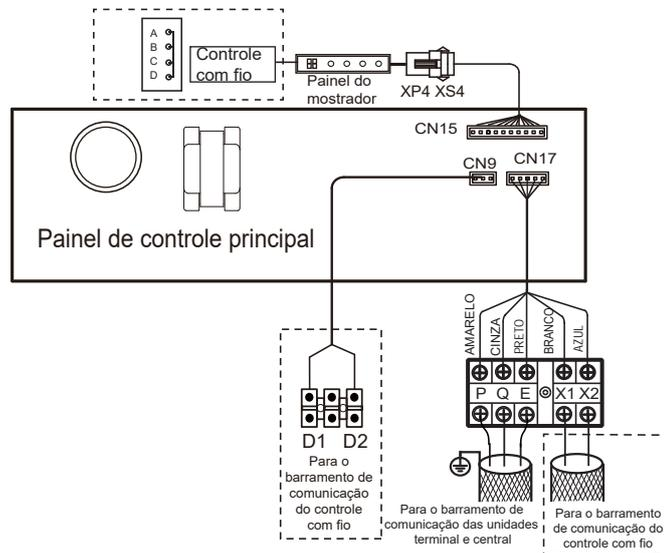

Figura 6.10
- As portas X1/X2, D1/D2 nas laterais da placa de controle principal e a porta de comunicação unidirecional (lateral do painel do mostrador) são para diversos tipos de controles com fio (consulte a Figura 6.10).